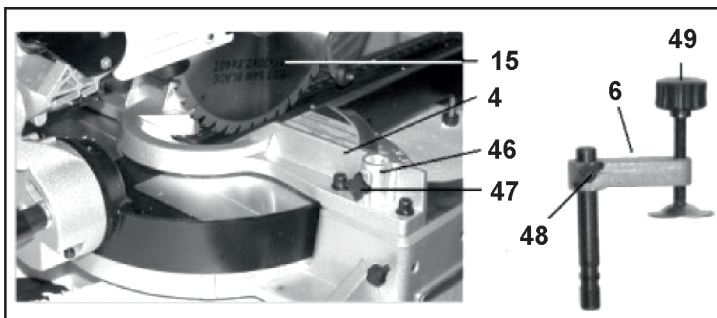

Рис. 11
Вертикальная струбцина (6) устанавливается в упоре (4) в одно из двух специальных отверстий (46) (Рис. 11) справа или слева от пильного диска (15) (Рис. 1).